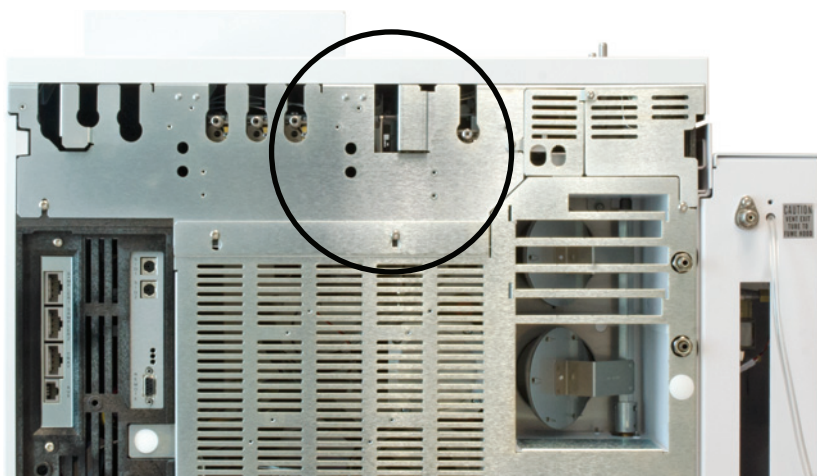
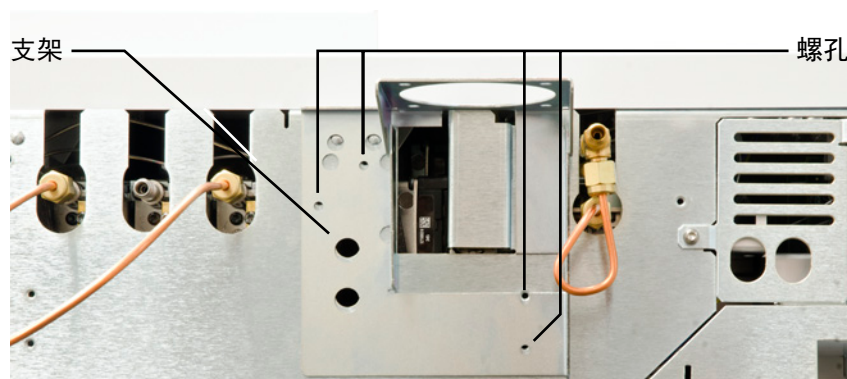

图 11. 7890 GC 背面安装支架的位置
图 12. 7890 GC 背面的螺孔位置和支架
- 1 将支架 (5003-1356) 放在 7890 GC 背面如图 11 所示的位置，然后对齐如图 12 所示的螺孔。